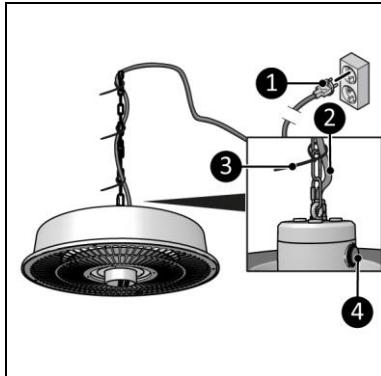

Figure 9
2. Assurez-vous que le commutateur ON/OFF est en position OFF (figure 9, pos. 4).
3. Disposez le cordon d'alimentation (figure 9, pos. 2) le long de la chaîne de suspension en utilisant des colliers de serrage (figure 9, pos. 3).
4. Insérez la fiche (figure 9, pos. 1) dans une prise murale reliée à la terre et facilement accessible. Utilisez une prise murale avec mise à la terre d'une puissance minimale de 1 500 watts.
1. Mettez le commutateur ON/OFF en position ON (figure 9, pos. 4).
1. Assurez-vous que le commutateur ON/OFF est en position OFF (figure 9, pos. 4).
2. Retirez la fiche de la prise secteur (figure 9, pos. 1).